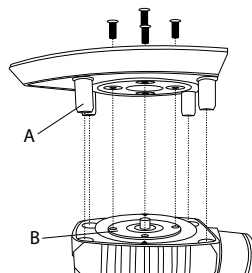

Abbildung 1
- ♦ Montieren Sie jetzt die gewünschte Schleifplatte. Stellen Sie sicher, dass die Befestigungsplatte **B** zu der Schleifplatte ausgerichtet ist. Die Gewindebohrungen der Befestigungsplatte **B** müssen zu den entsprechenden Löchern der jeweiligen Schleifplatte ausgerichtet sein. Die Kunststoffstifte **A 15** (nur Schleifplatte **9** und **11**) zu den Löchern im Gerät (siehe Abb. 1).